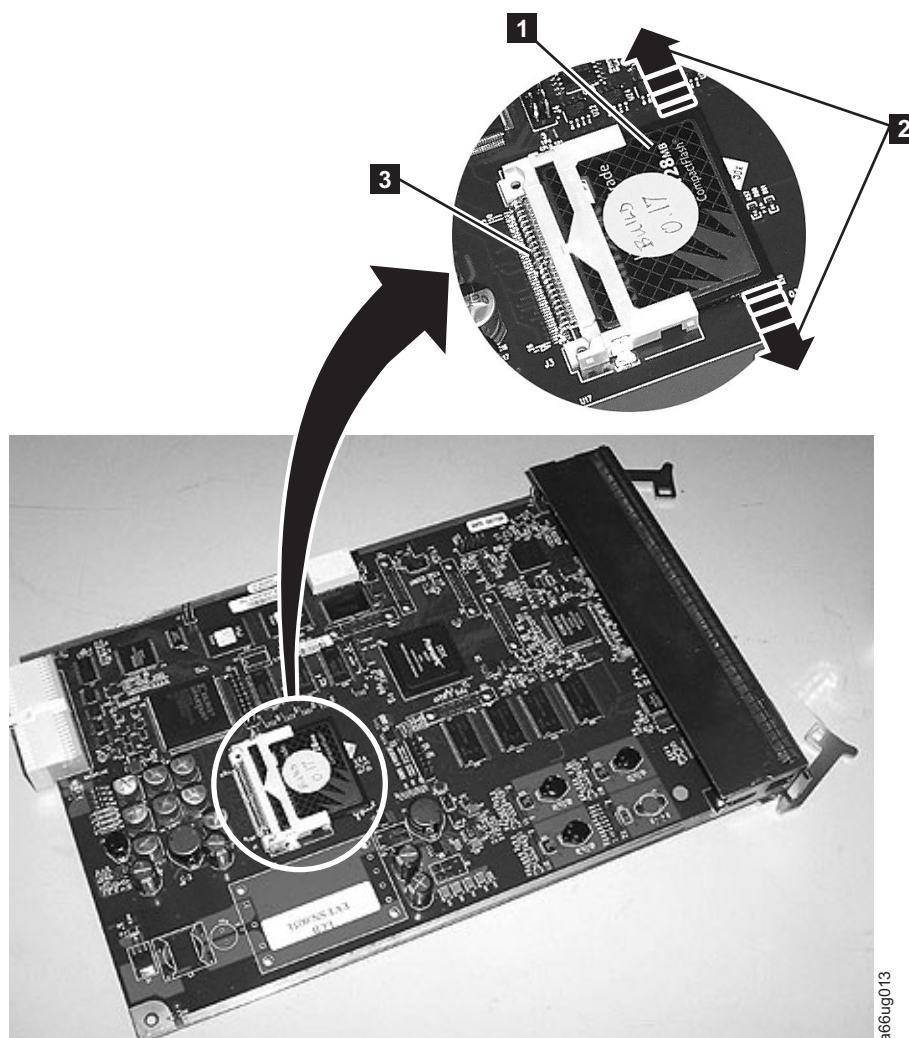

Рисунок 11-9. LCB с картой памяти Compact Flash
На рисунке рис. 11-9 расположение карты Compact Flash выделено белой окружностью. Кроме того, на этом рисунке приведено увеличенное изображение карты (см. **1** на рисунке рис. 11-9).
Эта процедура описана в разделе рис. 11-9 на стр. 11-14.
2. Найдите на панели LCB компакт-флэш-карту (1 в рис. 11-9 на стр. 11-14).
3. Не трогая другие компоненты на плате встроенного ПО LCB, аккуратно выньте компакт-флэш-карту, осторожно покачивая из стороны в сторону (2 in рис. 11-9 на стр. 11-14), чтобы контакты карты отсоединились от контактов на плате LCB (3 в рис. 11-9 на стр. 11-14). Затем медленно вытяните карту из ячейки.
1. Найдите пустую ячейку для компакт-флэш-карты на плате LCB. (Ячейка обведена белым кругом рис. 11-9 на стр. 11-14).
2. Ровно вставьте карту в новую плату LCB этикеткой вверх, штриховым кодом вниз. Не трогая другие компоненты платы LCB, аккуратно задвиньте карту в ячейку. Продолжайте вставлять ее так, чтобы контакты начали соединяться. Затем плотно прижмите карту, чтобы окончательно вставить контакты, при этом большой палец должен упираться в разъем, а указательный - в противоположный край карты (3 в рис. 11-9 на стр. 11-14)(4 в рис. 11-9 на стр. 11-14).